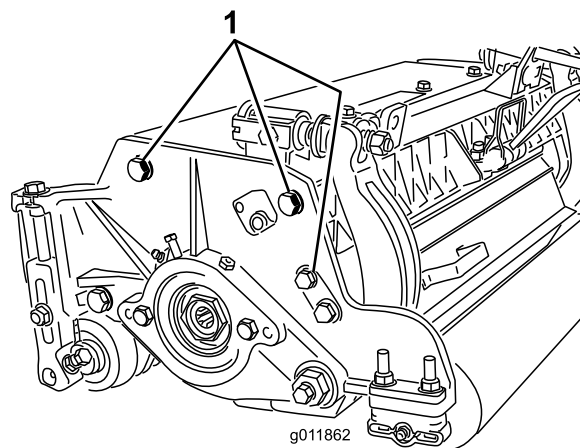

図 13
**注** リールと後ローラとの平行関係は、カuttingユニット全体の組み立て精度により保証されていますから、調整は不要です。カuttingユニットをサーフェスプレート上にセットし、サイドプレート取り付けキャップネジを緩めることにより、ある程度の調整が可能です（図 13）。ガタを除去し、キャップスクリューを 37-45 N・m 36.6-44.7 kg・m = 27-33 ft-lb にトルク締めする。